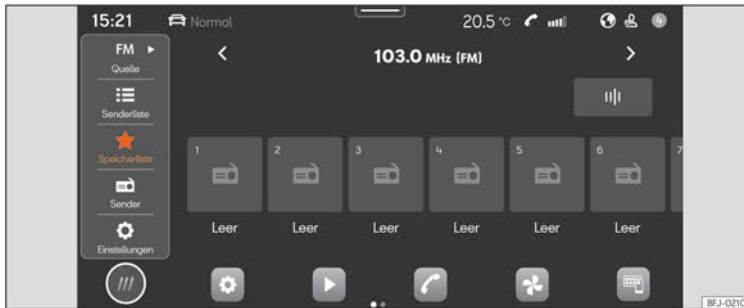

Abb. 141 Schematische Darstellung: Ansicht Radio.
- Drücken Sie **HOME** > > **Abb. 141**.